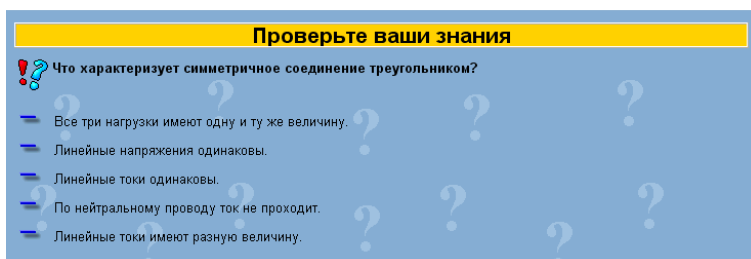

Рис. 13. Вопрос по практической работе
17. При подготовке вывода по практической работе ответить на вопрос, отметив правильный ответ (ответы) (рис. 13).